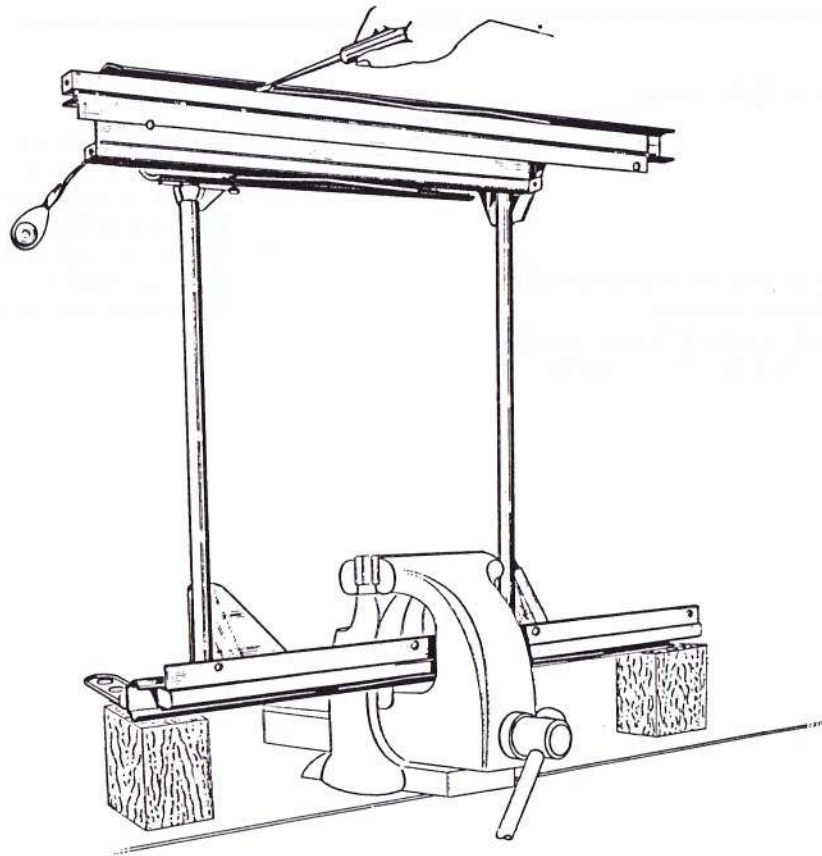

Fig. 31
- 4) Maintenir le mécanisme dans l'étau Fig. 31, en position verrouillage et à l'aide d'un tournevis sur chant, chasser vers l'arrière, la cage à billes extérieure du rail le plus grand. Récupérer les trois billes et la cage.